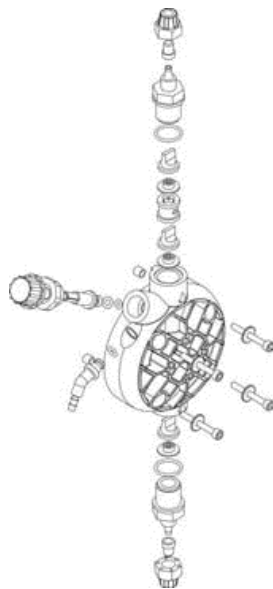

Fig. 10
3. **Eliminare dal corpo pompa tutto il liquido presente, smontando e rimontando il corpo pompa utilizzando le quattro viti di fissaggio (Fig. 10).**
3. Eliminare dal corpo pompa tutto il liquido presente, smontando e rimontando il corpo pompa utilizzando le quattro viti di fissaggio (Fig. 10).
2. Controllare almeno ogni 6 mesi il funzionamento della pompa, la tenuta delle viti e delle guarnizioni, per liquidi particolarmente aggressivi effettuare controlli anche più frequenti, controllare in particolare la concentrazione dell'additivo nell'impianto; una riduzione di tale concentrazione potrebbe essere determinata dalla usura delle valvole (che in tal caso vanno sostituite facendo attenzione nel rimontarle come in Fig. 10) o dall'intasamento del filtro che va pulito come al successivo punto 3.
Per effettuare questa operazione, se l'apparecchiatura non è fissata all'impianto si può farla pulsare per pochi secondi (15-30) tenendola capovolta e senza tubetti collegati ai raccordi, se ciò è impossibile smontare e rimontare il corpo pompa (Fig. 10), utilizzando le quattro viti di fissaggio.